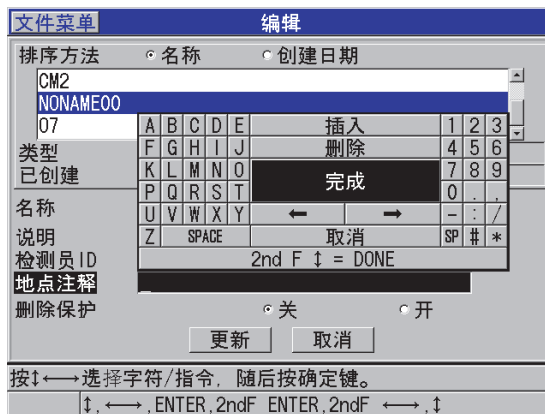

图 11-18 输入新文件信息
3. 在 **编辑** 屏幕中（参见第 192 页的图 11-18）：